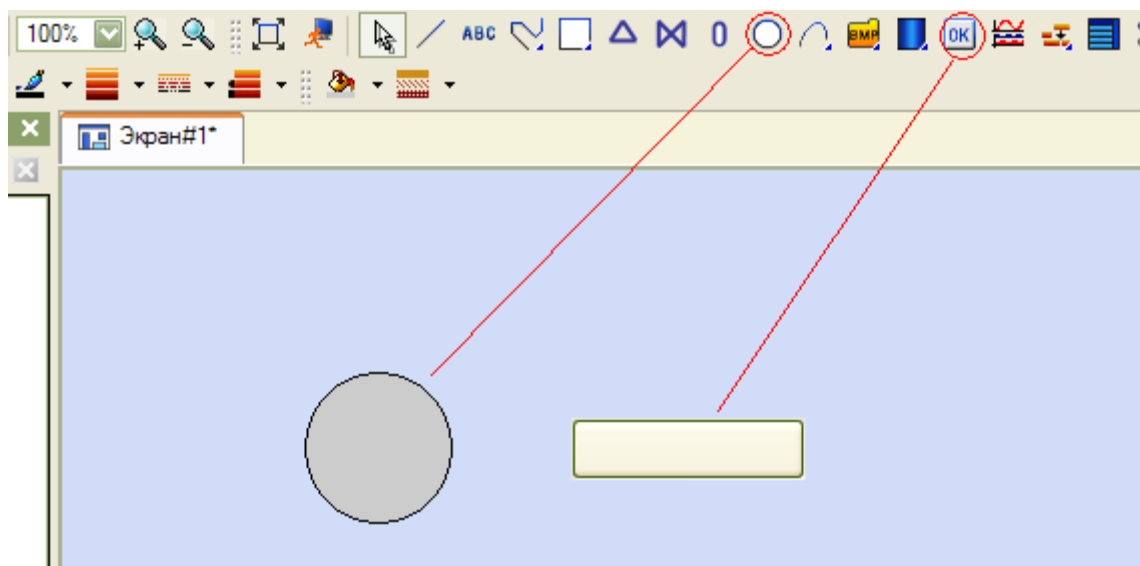

Рисунок 6 – Создание графических элементов
6. Перейдите к редактированию экрана. (2ЛК → *Экран#1* (или *Экран#1:1*)) Создайте графические элементы как на рис. 6.